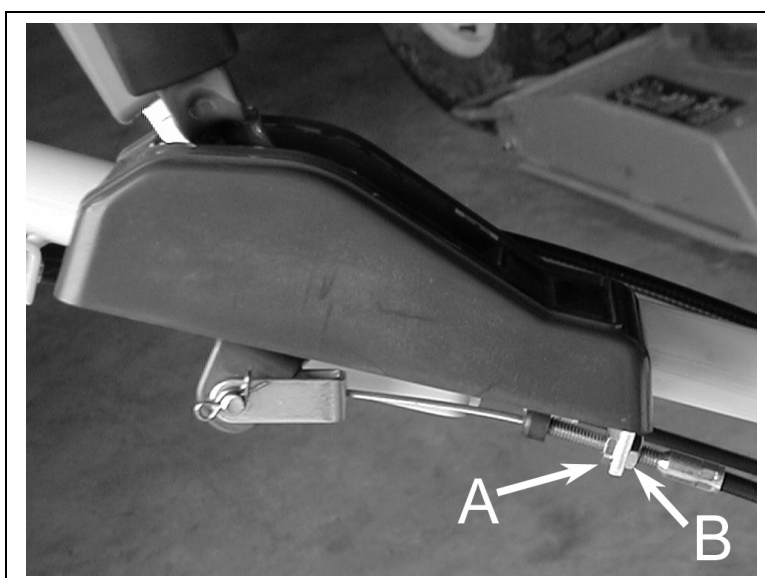

Figure 22
- Dévissez le contre écrou du système de réglage (figure 22, repère A).
- Dévissez l'écrou de réglage de tension du câble (figure 22, repère B).
- Dévissez le contre écrou du système de réglage de tension du câble de réglage du mancheron (figure 22, repère A).
- Vissez l'écrou de réglage de tension du câble de direction (figure 22, repère B).